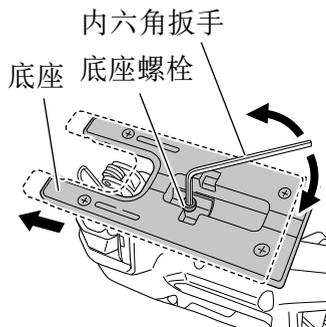

图 35
(1) 使用内六角扳手松开附在底座上的底座螺栓。（图 35）
（图 35）
(2) 将底座充分向前移动再次上紧底座螺栓（图 35）。